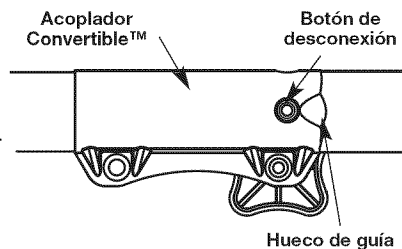
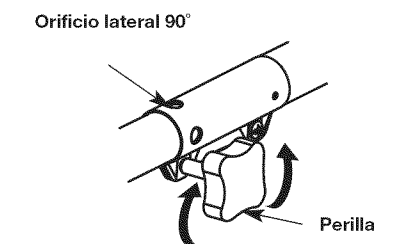

Fig. 2
Fig. 4
PRECAUCIÓN: Antes de operar esta unidad, cerciórese de que el botón de liberación esté completamente encajado en el orificio principal (Fig. 2) y de que la perilla de ajuste (Fig. 4) esté firmemente apretada.
1. Gire la perilla en sentido antihorario para aflojarla (Fig. 4).
NOTA: La alineación del botón de desconexión con el hueco de guía facilitará la instalación (Fig. 2).
3. Gire la perilla en sentido horario para ajustarla (Fig. 4).
2. Opima y sostenga el botón de desconexión (Fig. 2).